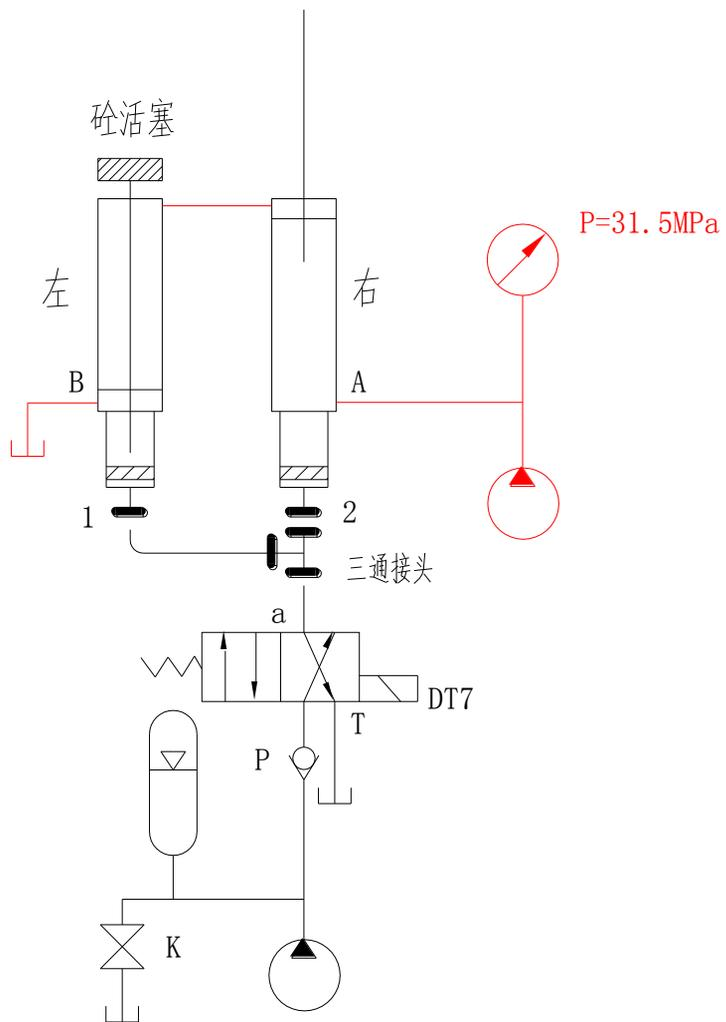

图 1-6-1
- 2、 按“活塞退出”按钮，使被检测的右边主油缸活塞杆处于伸出状态（如图 1-6-1）（此时由于 DT7 得电，两个小油缸内的活塞均已退到最后面：1 号小油缸内的活塞是被左边主油缸活塞杆的尾巴强行顶回的；2 号小油缸的活塞是被右边主油缸 A 口进入到无杆腔的 31.5MPa 高压油压到最后面的）；